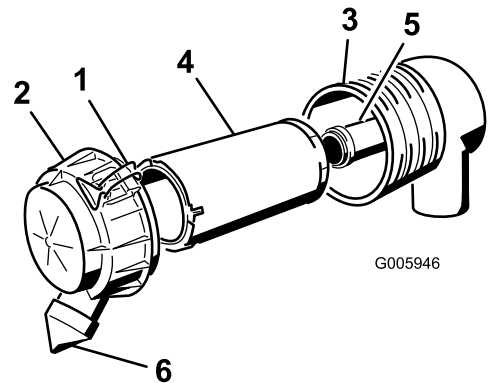

Figura 29
3. Rilasciare i dispositivi di fermo del filtro dell'aria e togliere il coperchio dal corpo del filtro (Figura 29).
6. Estraete con cautela il filtro primario dal corpo del filtro dell'aria (Figura 29). Non urtate il filtro contro il corpo.
9. Se sostituite il filtro di sicurezza, fate scorrere delicatamente il nuovo filtro nel corpo del filtro (Figura 29).
10. Montate con cautela il filtro primario sul filtro di sicurezza (Figura 29). Verificare che sia inserito a fondo, premendo sul bordo esterno del filtro mentre lo si inserisce.
11. Montate il coperchio del filtro dell'aria con il lato contrassegnato UP (alto) rivolto in alto, quindi fissate i dispositivi di fermo (Figura 29).